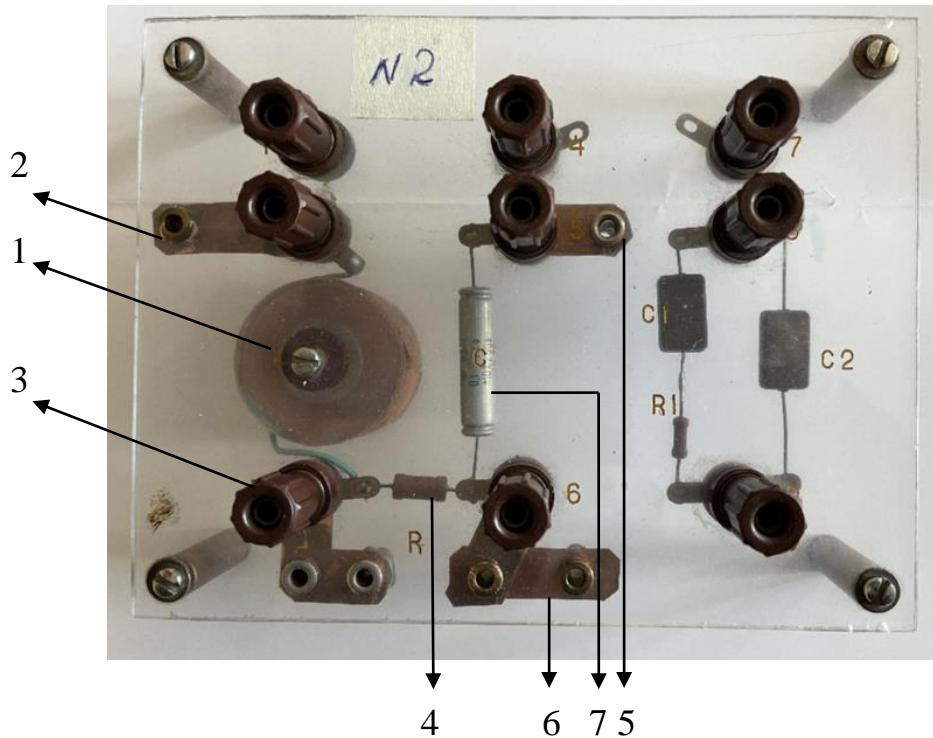

Рис. 6
Общий вид платы представлен на рис. 6.
1. Убедитесь, что выходной кабель подключен к гнезду (6)-выход **600 Ω**. Другой конец кабеля заканчивается двумя штеккерами на проводах разной длины. Длинный провод соединен с корпусом прибора и, таким образом, с общей точкой схемы генератора. Часто корпус прибора соединяют с землей. Поэтому длинный провод на другом конце кабеля называют «**Общим**» или «**Земля**» - (символ  $\frac{1}{-}$ ). Переменное напряжение от генератора на плату рис.6 поступает по короткому проводу.
2. Переключатель поддиапазонов частот (9) установите в положение **102**.
3. Переключатель установки частоты (3) установите в положение **60,0 Hz**.
4. Переключатель ступенчатого ослабления выходного напряжения (4) установите в положение **0**.
5. Ручку плавной расстройки частоты (8) установите в нейтральное положение.
6. Ручку плавной регулировки выходного напряжения (7) поверните до упора против часовой стрелки – напряжение на выходе минимальное.